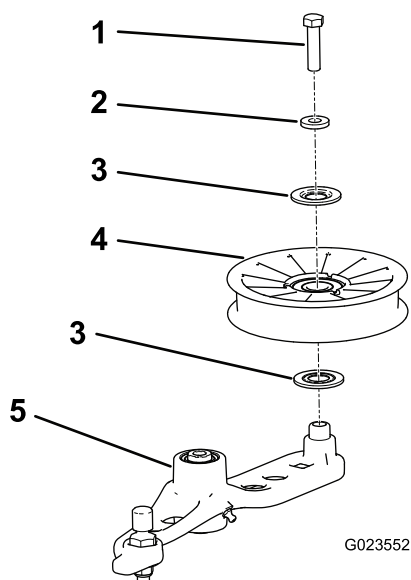

Figure 59
- Retirez le boulon qui fixe l'ancienne poulie de tension au bras tendeur, et posez une poulie neuve (Figure 59).